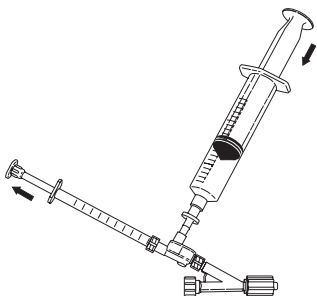

Fig. 4
6. Conecte la jeringa de 1 mL al orificio de inyección y aspire 0,5 mL de solución. Suelte la jeringa de 1 mL y purgue todas las burbujas de aire de la jeringa. Antes de volver a conectar la jeringa de 1 mL, deje un poco de solución en el orificio de inyección presionando ligeramente la jeringa de 20 mL para cebar el orificio de inyección. Vuelva a conectar la jeringa de 1 mL al orificio de inyección. **(Fig. 4)**